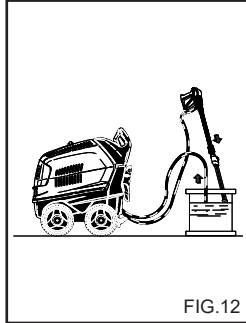

FIG.12
**ИСПОЛЬЗОВАНИЕ АНТИФРИЗА (рис. 12)**